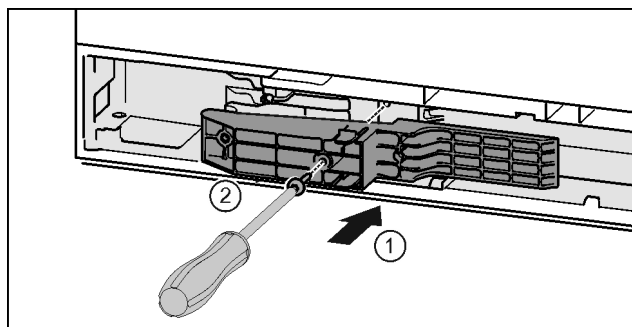

Fig. 45 \*
- ▶ Rankenos pusėje įstatykite adapterį į angą. Fig. 45 (1)\*
- ▶ Tvirtai prisukite varžtus atsuktuvu T15. Fig. 45 (2)\*